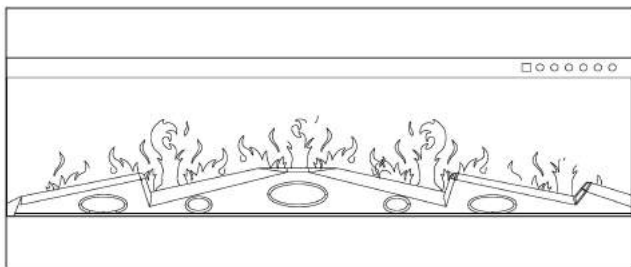

Рисунок 1
- В.** Если Ваша модель камина поставляется с готовым комплектом фальшь-дров, извлеките комплект из упаковки и поместите внутрь камина в указанном месте. См. Рисунок 1.
- С.** Для создания эффекта тлеющих углей сначала извлеките фальшь-дрова из камина и установите в указанном месте пластиковую подставку (J). Далее аккуратно поместите кристаллические фальшь-угли на пластиковую подставку, как показано на рисунке. Равномерно распределите угли по всей поверхности подставки. См. Рисунки 2-3.